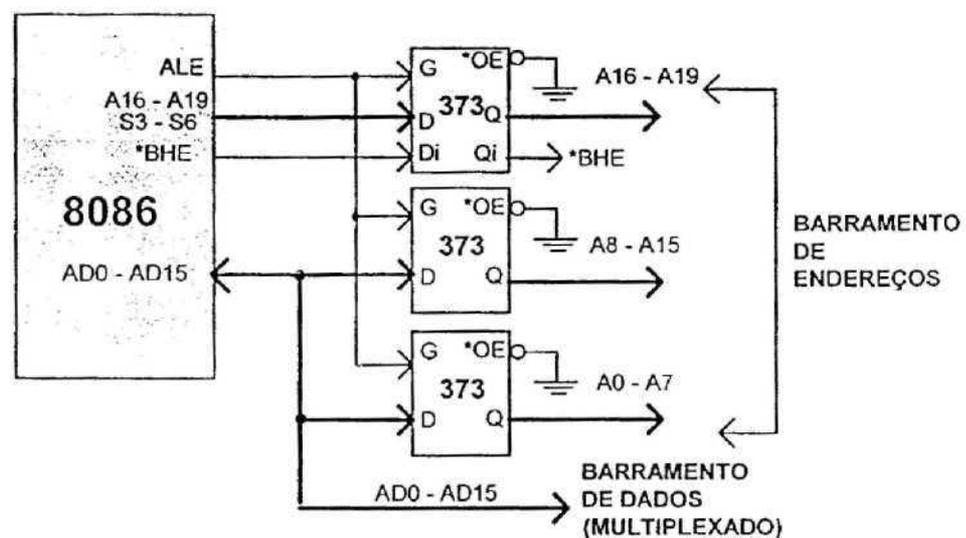

Figura 2.21. Barramento de dados multiplexado.
- barramento de endereços e dados multiplexados (vide figura 2.21),